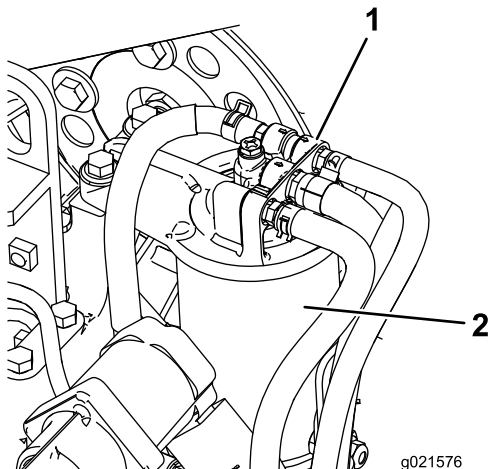

Figure 76
1. Nettoyez la surface autour de la tête du filtre à carburant (Figure 76).
2. Déposez le filtre et nettoyez la surface de montage de la tête du filtre (Figure 76).